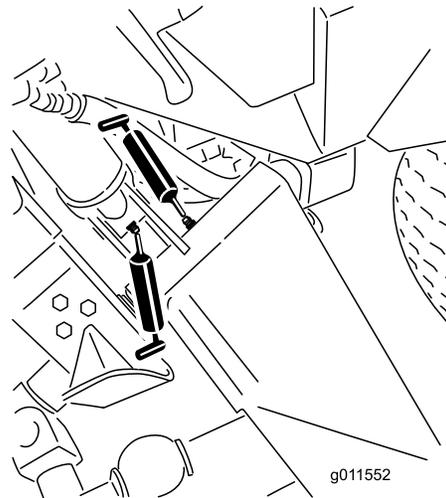
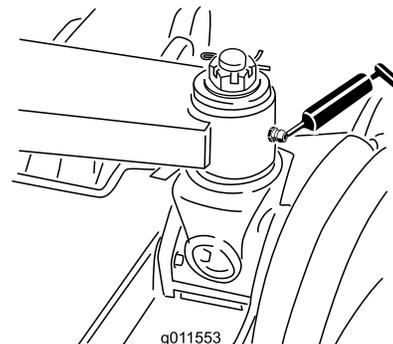

Bild 41
Bild 42
- Haupthubarmbüchsen (6) (Bild 41 und Bild 42)